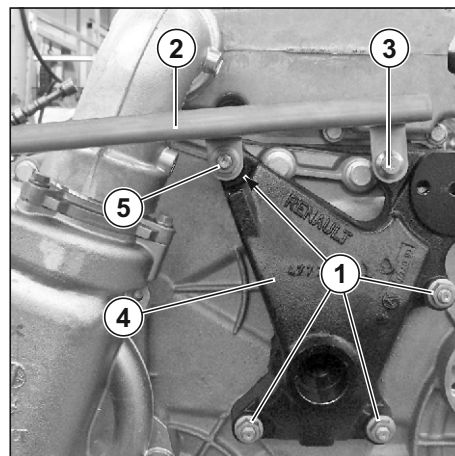

Рис. 138. Установка привода вентилятора.
2. Навернуть 4 гайки М10(1) (311422) крепления привода вентилятора (см. **Рис. 138**) затянуть моментом  $M_{кр} = 60 \pm 12$  Нм.
3. Установить кронштейн жгутов передний (2) (650.3724142), ввернув болт М10-6gx25 (3) (31020) в отверстие кронштейна шкива вентилятора (4).
4. Навернуть гайку (5) крепления кронштейна жгутов на шпильку.
5. Затянуть болт (3) моментом  $M_{кр} = 40 \pm 8$  Нм и гайку (5) моментом  $M_{кр} = 40 \pm 8$  Нм.